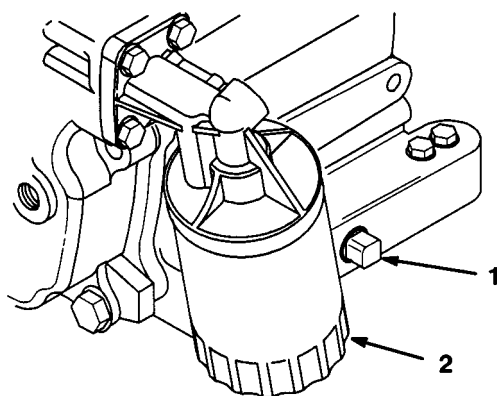

図 27
5. ドレンプラグ（図27）を外してオイルが抜けるのを待ち、プラグを元通りに取り付ける（1.8 kg.m）。